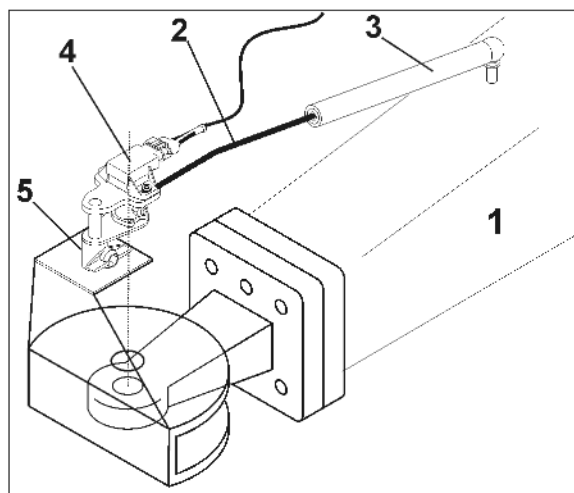

Fig. 45
Il controllo dell'inseguimento AutoTrail consente un mantenimento automatico quasi perfetto della carreggiata e rileva l'angolazione del timone (Fig. 45/1) rispetto alla direzione di marcia del trattore.
1. Inserire la barra angolare (Fig. 45/2) nella presa in materiale sintetico (Fig. 45/3) stecken.
2. Inserire il trasduttore angolare (Fig. 45/4) nel supporto (Fig. 45/5) stecken.